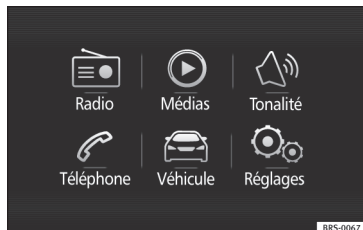

Fig. 37 Easy Connect : Menu principal.
- Appuyez sur la touche **(MENU)** du système puis sur le bouton de fonction **(Véhicule)** » **fig. 37**, ou sur la touche **(CAR)** du système, pour atteindre le menu **Véhicule** » **fig. 38**.